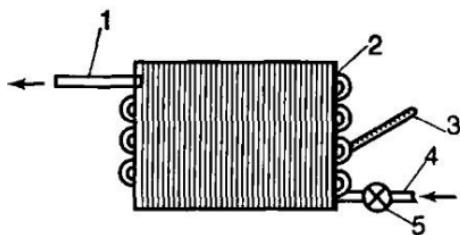

Рис. 117. Термометр, закрепленный на калаче испарителя:
9.5.3. Если на агрегате имеется всасывающий штуцер, то к нему присоединяют манометр низкого давления с помощью шланга низкого давления манометрового коллектора. Термометр закрепляют на среднем калаче испарителя (рис. 117). Термометр не следует закреп-